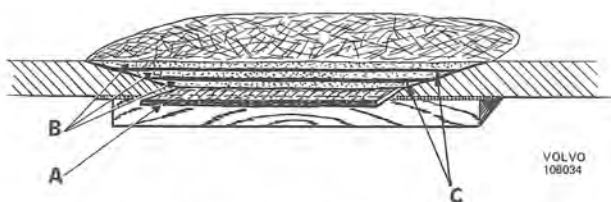

Bild 30. Luckan efter reparation
7. Klipp till en bit glasfibernatta, något större än väven och placera den över hålet. Stöppla med pensel så att mattans fibrer blir genomdränkta med plast. Klipp till ytterligare en bit matta, något större än den förra och plasta även denna. Fortsätt med gradvis större bitar glasfibernatta tills rätt tjocklek på reparationen erhålls (bild 30).